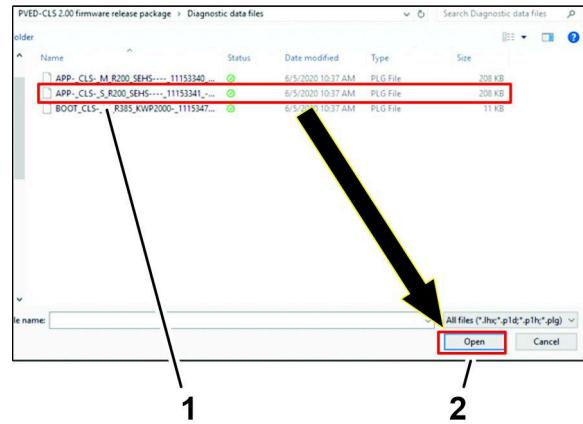

Figura 51
5. Clique no ficheiro APP-_CLS-_S_R200_SEHS--_11153341_..., e clique no ícone OPEN (Figura 51).